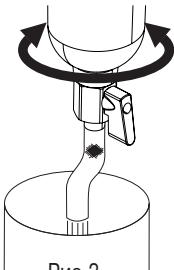

Рис. 3.
- Промывая фильтр, поворачивайте его несколько раз влево и вправо (рис. 3), чтобы не допустить перекручивания сливных гибких соединений.